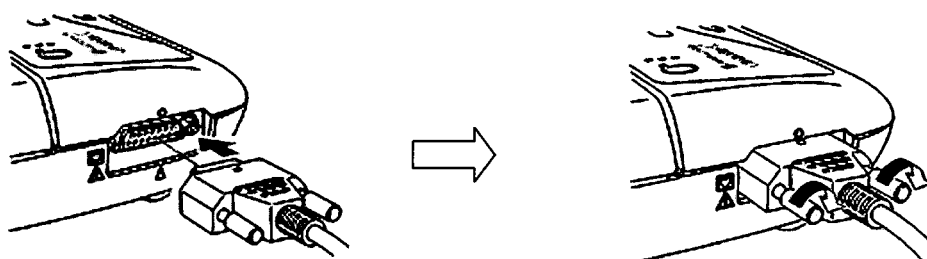

Figura 3.4.1 – Conexionado del Cable Paciente.
1. Conectar el cable paciente a su conector ubicado en el lado derecho del panel del electrocardiógrafo (ver Figura 3.4.1 izquierda).
2. Asegurar el conector al electrocardiógrafo con los tornillos en el conector (ver Figura 3.4.1 derecha).